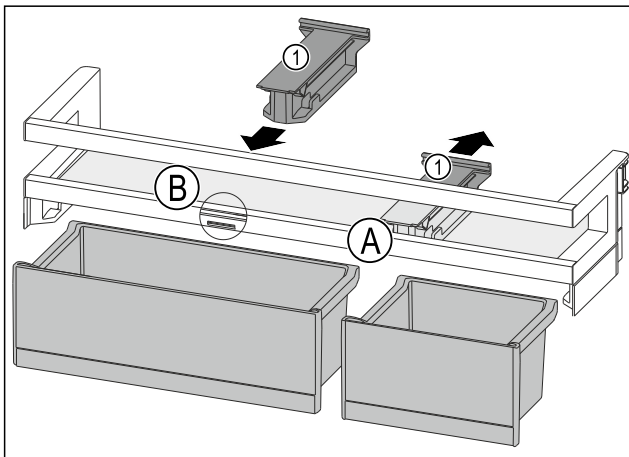

Fig. 224
- ▶ Halteteil Fig. 224 (1) in Position Fig. 224 (A) nach hinten abziehen.
- ▶ Halteteil Fig. 224 (1) in Position Fig. 224 (B) einsetzen.